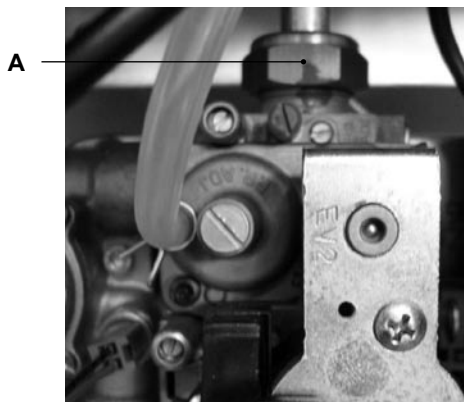

Figura 8.1
- Svitare il girello A del tubo gas indicato in Figura 8.1.
**Attenzione per rimontare eseguire le operazioni effettuate in senso inverso, stando attenti a non rovinare la guarnizione OR del tubo gas quando si inserisce il tubo nell'aerotech ed eseguire la prova di tenuta gas dopo aver stretto il girello del tubo gas (Figura 8.1).**